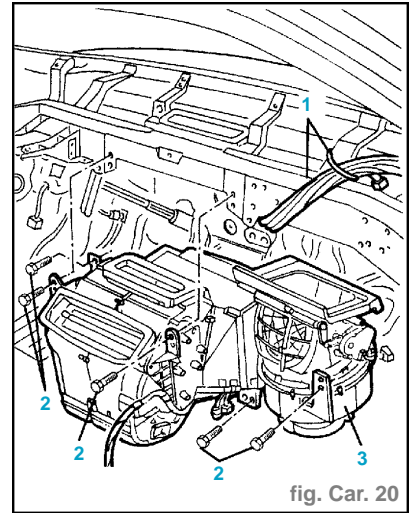

fig. Car. 20
- Enlever la bride centrale (2).
- Desserrer les vis de fixation de bride (3).
- Déplacer et fixer temporairement les câblages (1). (fig. Car. 20)
- Desserrer les vis de fixation de la boîte réchauffeur (2).
- Enlever la boîte réchauffeur avec le câblage (3).